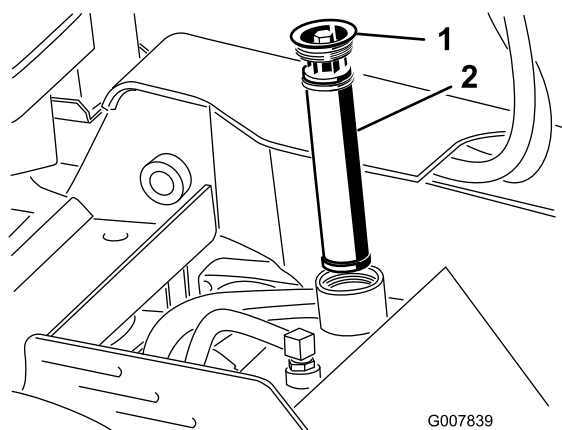

Figura 57
5. Togliete il filtro dell'olio e gettatelo (Figura 57).
6. Inserite il filtro idraulico di ricambio e il tappo di riempimento (Figura 57) e serrate il bullone della parte superiore a 13-15,5 Nm.
6. Togliete il tappo del serbatoio idraulico e il filtro (Figura 57).
12. Inserite il filtro idraulico e il tappo di riempimento (Figura 57) e serrate il bullone della parte superiore a 13-15,5 Nm.